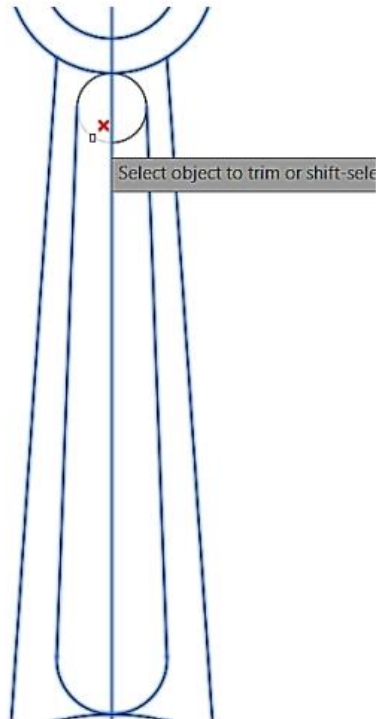

Figura 5.47. Trim en funcionamiento.
Paso 7: Ejecute el comando Trim: digite TR DIGITE ALL y Enter. (Seleccione los arcos como está representada en la figura 5.47):